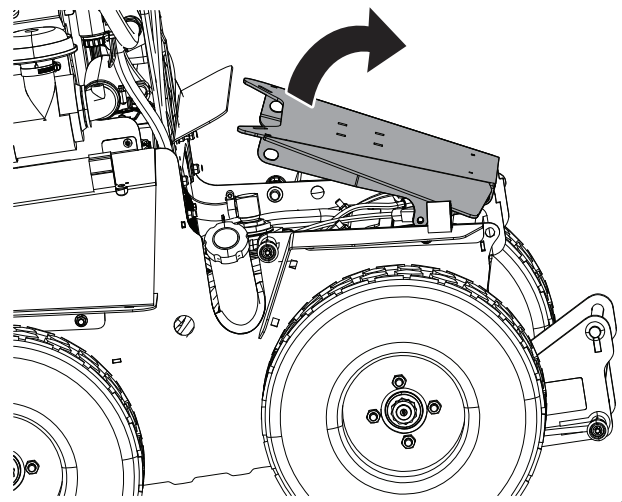
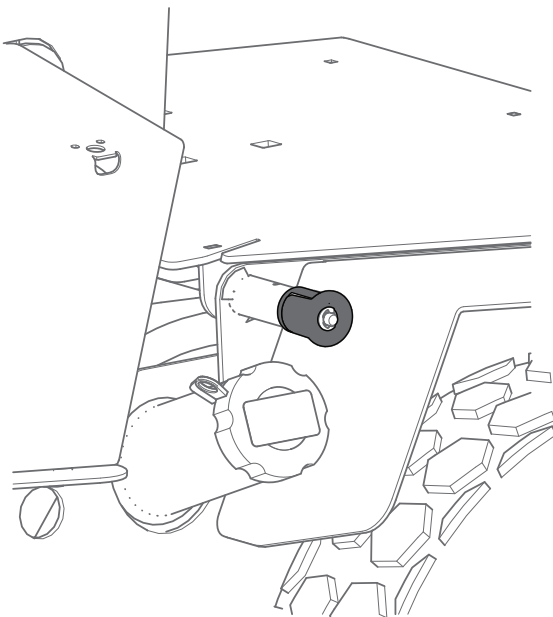

Bild 21
Bild 20
2. Lösen Sie die Schnellspannstifte, um die Batterieabdeckung zu öffnen (Bild 20 und Bild 21).